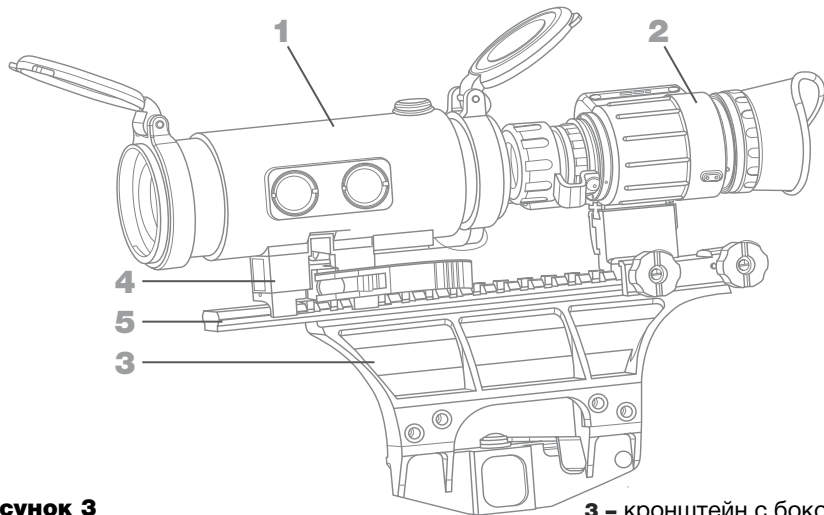

Рисунок 3
1.4.9 Для использования с ночным монокуляром ПН21КТ (далее по тексту - ночной монокуляр) используется пластина 4 (рисунок 3), позволяющая превысить оптическую ось прицела относительно посадочной плоскости кронштейна до 45 мм.